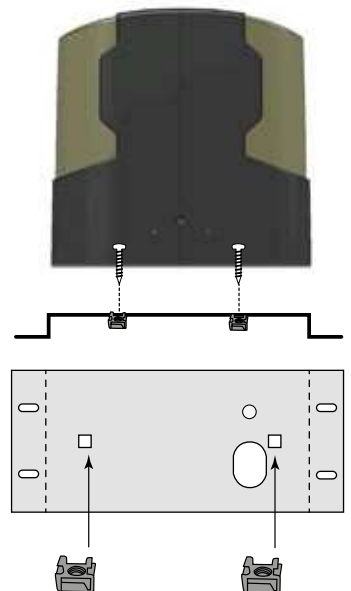

Figure 1
- (a) - Installer les 2 écrous cache sur la platine. **(Figure 1)**
Les crémaillères fournies, en matériau thermo-plastique avec insert acier, sont adaptées pour des portails d'un poids maximal de 500Kg. Elles se montent aisément sur le portail, par simple vissage. Nous vous fournissons des vis autoforeuses. Si votre portail, par sa construction, n'autorise pas le montage direct des crémaillères, vous devrez y créer une nouvelle base d'appui. (Figure 1)
(Figure 1)